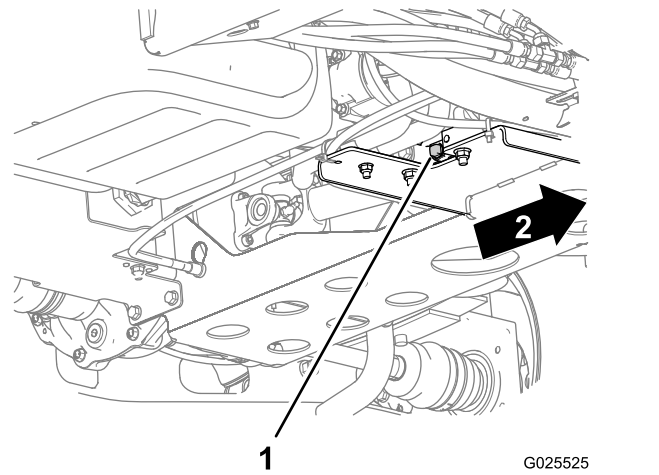

Figura 44
2. Coloque un recipiente grande debajo del tapón de vaciado (Figura 44).
3. Retire el tapón de vaciado y deje fluir el aceite a un recipiente apropiado (Figura 44).